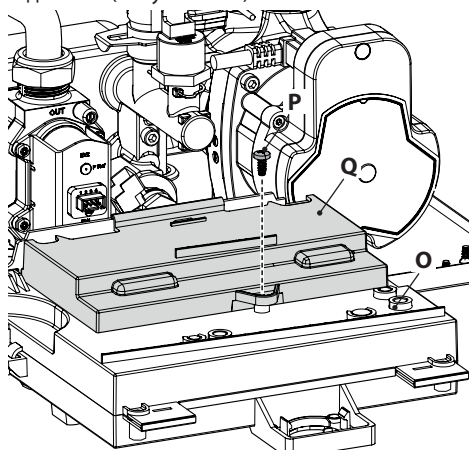

Рисунок 5.20
- Поверните панель управления **O** в соответствии с указаниями Рисунок 5.20.
- Открутите винт **P** и поднимите крышку **Q** для доступа к клеммной колодке электропитания, удаленного управления и внешнего датчика (Рисунок 5.20).